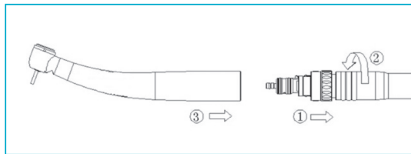

Fig. 6-9
- Aparafuse o acoplamento LED no tubo da turbina (Fig. 6-9①).
- Aperte manualmente a tampa rosca do tubo da turbina (Fig. 6-9②).
- Monte o dispositivo médico com precisão no acoplamento LED até que este fique bloqueado no dispositivo médico emitindo um ruído (Fig. 6-9③).